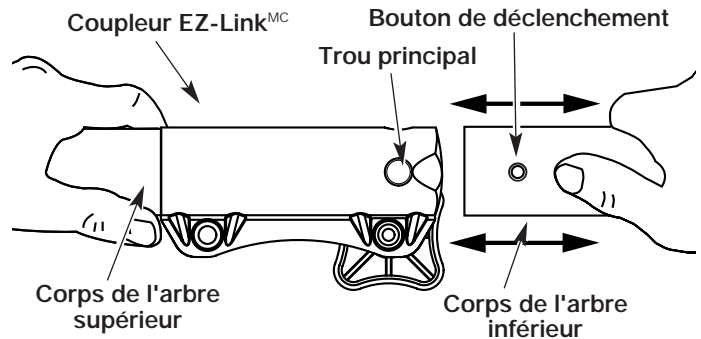

Figure 20
2. Tenez fermement l'accessoire et enfoncez-le tout droit dans le coupleur EZ-Link^{MC} (Fig. 20).